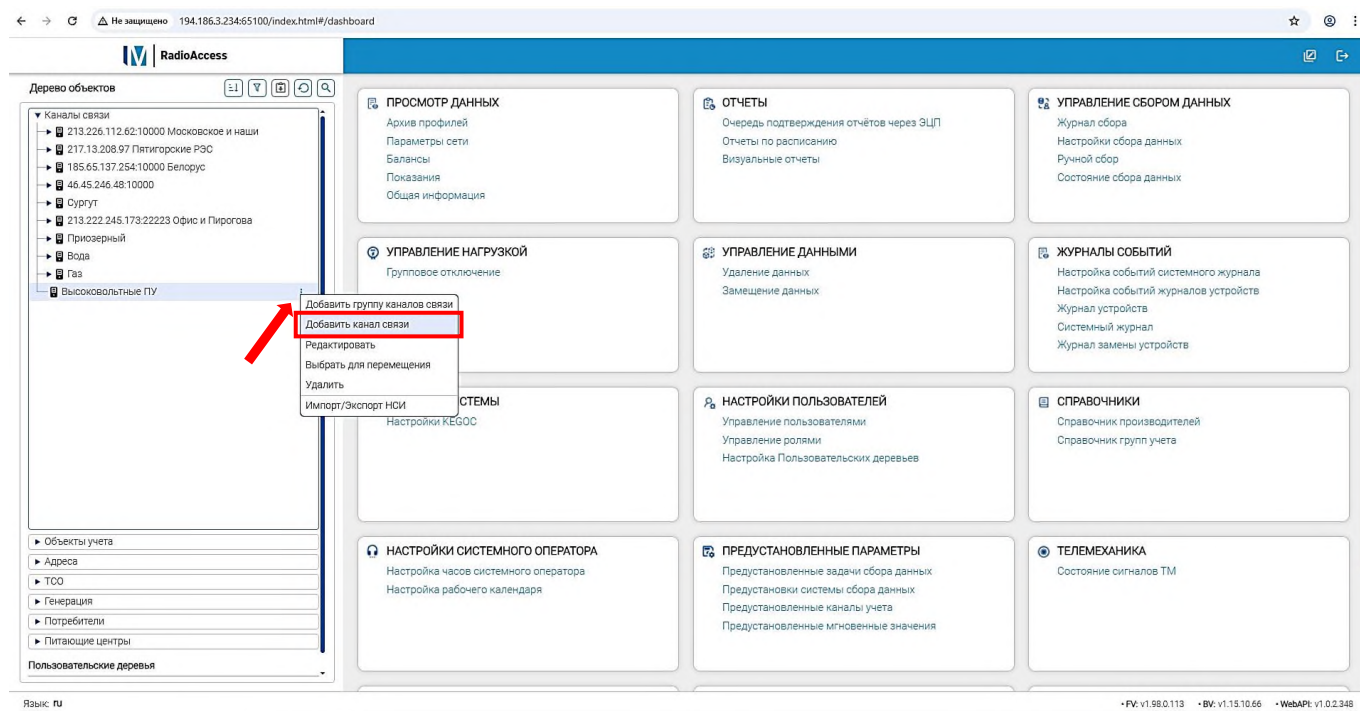

Рисунок 3.4.
3.2.3 В выпадающем меню выберите *Добавить канал связи*, рисунок 3.4.